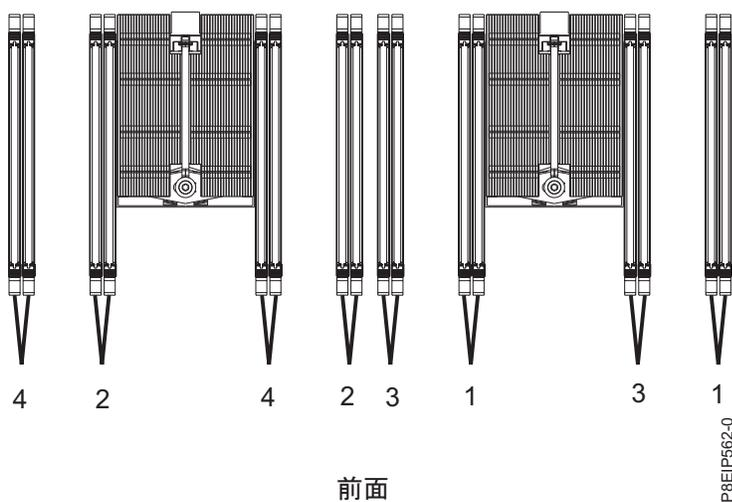

図 29. メモリー・スロット位置と差し込み順序
- メモリー DIMM は所定の順序で追加する必要があります。33 ページの表 4 と 33 ページの図 29 を使用して、メモリーの配置を決定します。